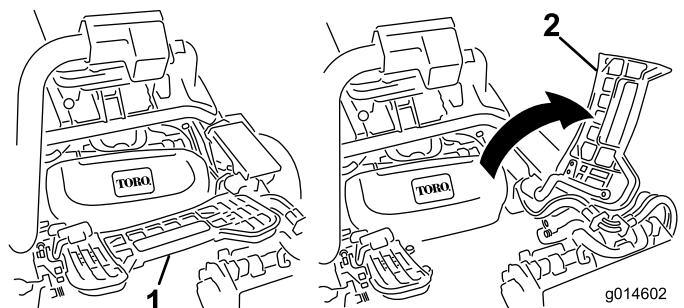

図 61
2. フットレストを跳ね上げて開き、中央カッティングユニット取り付け位置へのアクセスを確保する 図 61。